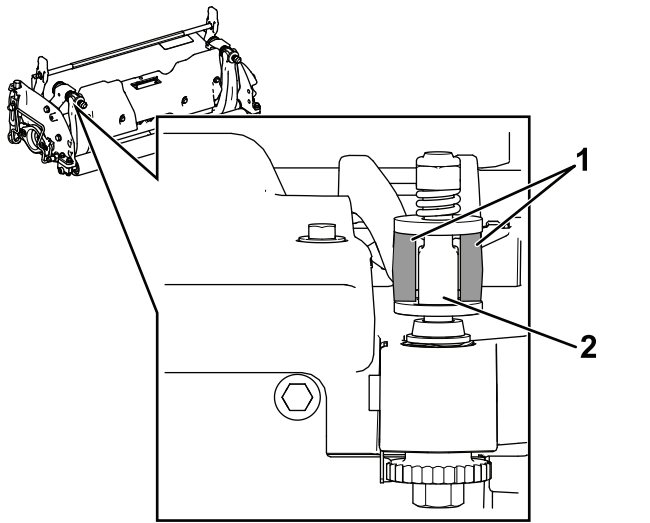

Figura 21
**Importante:** Centre os reguladores DPA nas aletas da barra de apoio conforme mostrado na Figura 21.